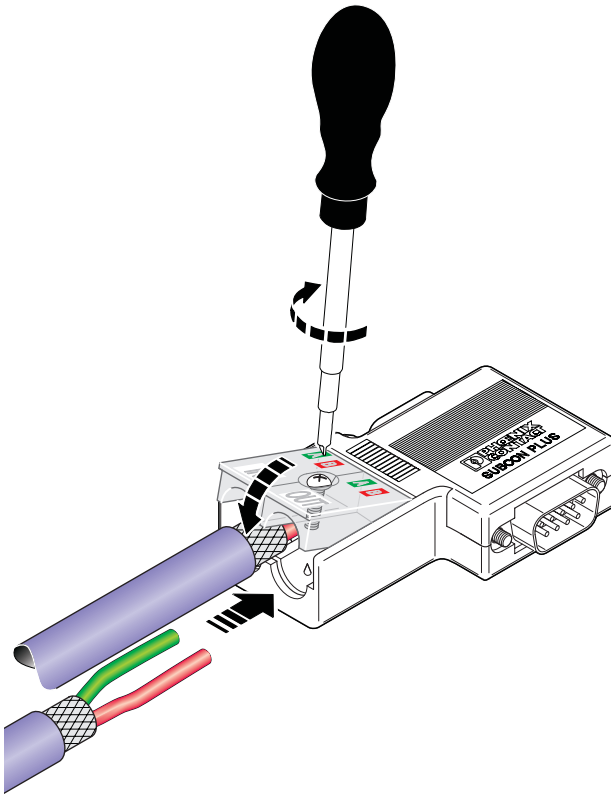

Bild 16 Anschluss
- Die weiterführende Busleitung wird immer an die Klemmenanschlüsse 2A/2B angeschlossen (siehe Bild 16). Beachten Sie dabei die farbliche Bedruckung der Anschlussklemmen.